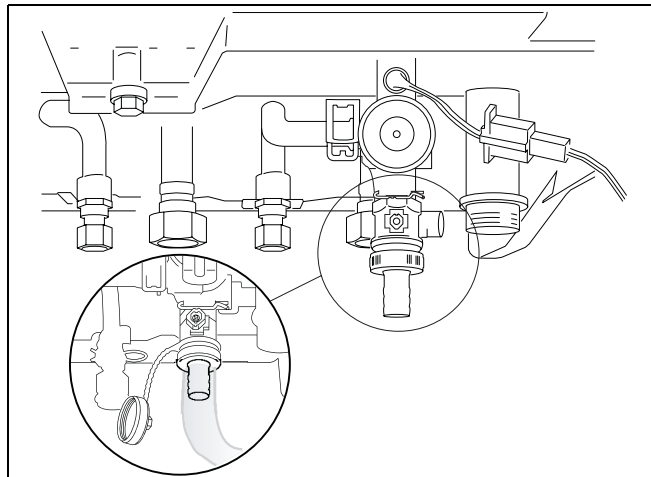
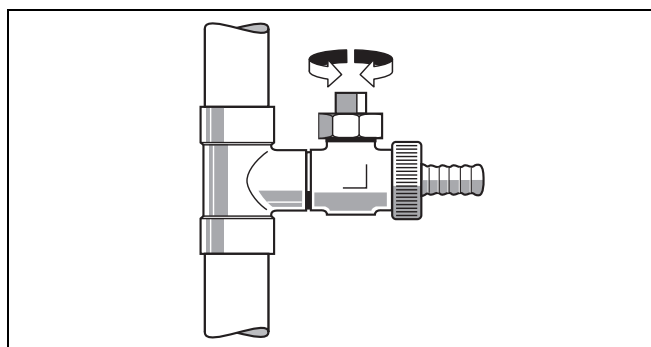

Fig. 3 Riempimento dell'impianto (apparecchio singolo)
Fig. 5 Rubinetto di riempimento e di scarico
- Collegare l'altra estremità del tubo al rubinetto di riempimento dell'apparecchio (fig. 3 o fig. 5).
- Se la pressione idraulica ha raggiunto circa 1,5 bar interrompere l'operazione di riempimento e chiudere il rubinetto di riempimento (fig. 3).